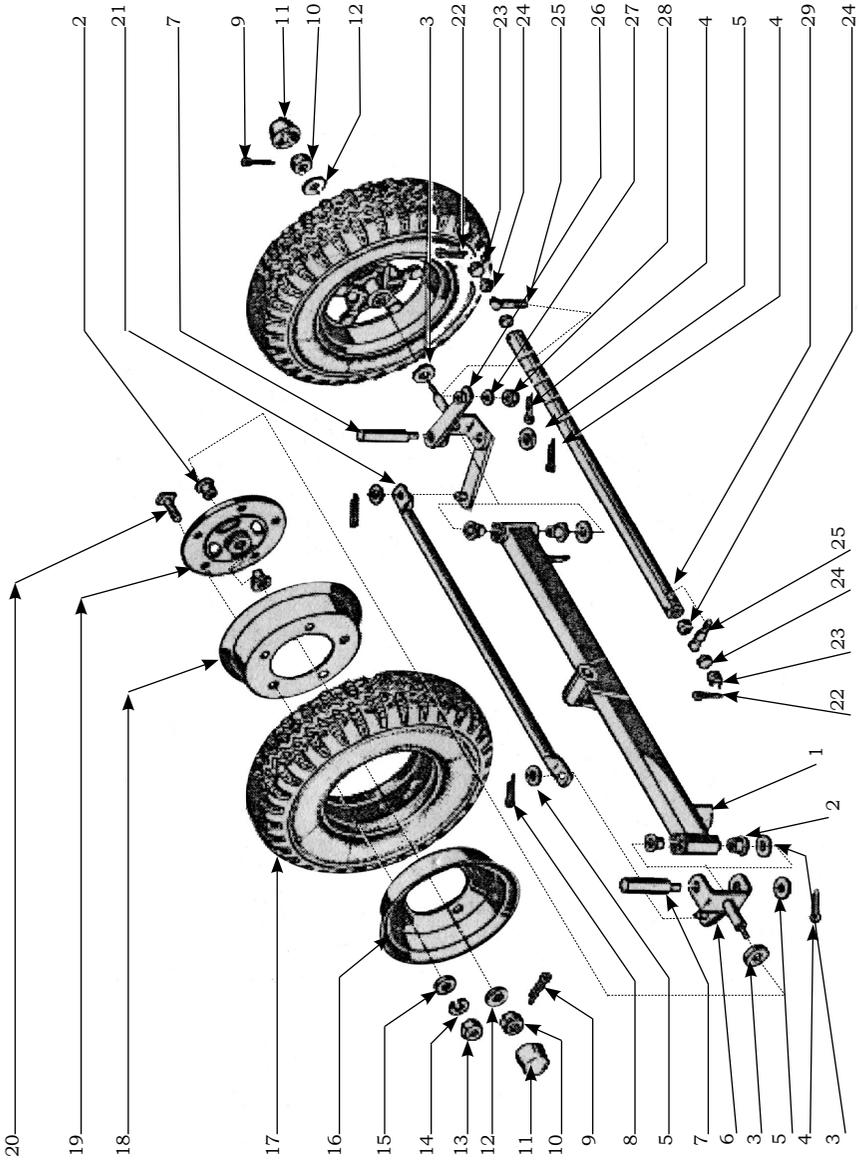

Рис.3.17.
3.14. Мост передний (рис.3.17) предназначен для осуществления поворотов протравливателя и является его опорой.
Подрисуночный текст к рис. 3.17